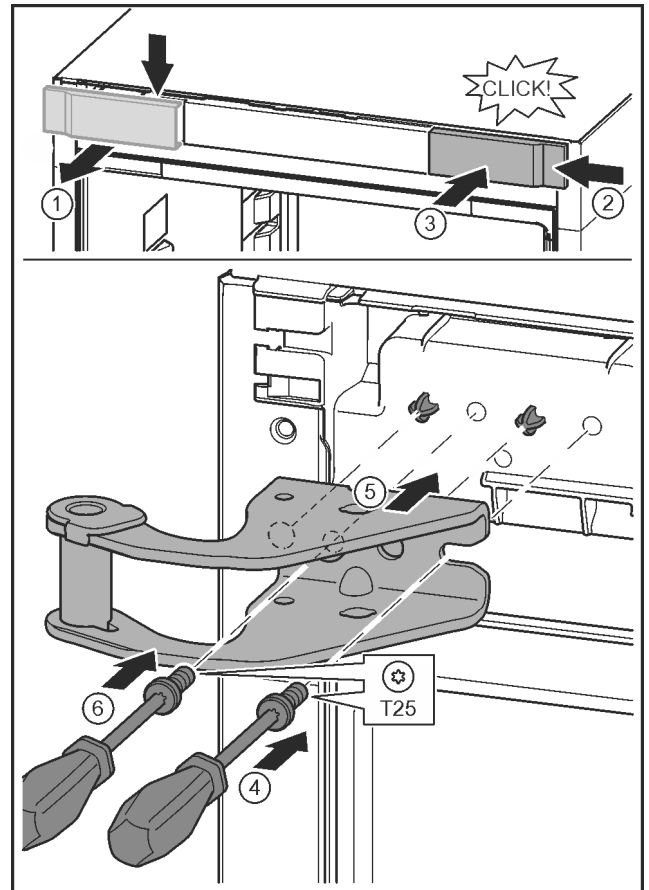

Fig. 14
- ▶ Abdeckung lösen und seitlich abnehmen. *Fig. 14 (1)*
- ▶ Abdeckung um 180° gedreht auf der anderen Seite von rechts einhängen. *Fig. 14 (2)*
- ▶ Abdeckung einrasten. *Fig. 14 (3)*
- ▶ Schraube mit Schraubendreher T25 ansetzen. *Fig. 14 (4)*
- ▶ Oberen Lagerbock ansetzen. *Fig. 14 (5)*
- ▶ Schraube festdrehen. *Fig. 14 (4)*
- ▶ Schraube mit Schraubendreher T25 einsetzen und festdrehen. *Fig. 14 (6)*